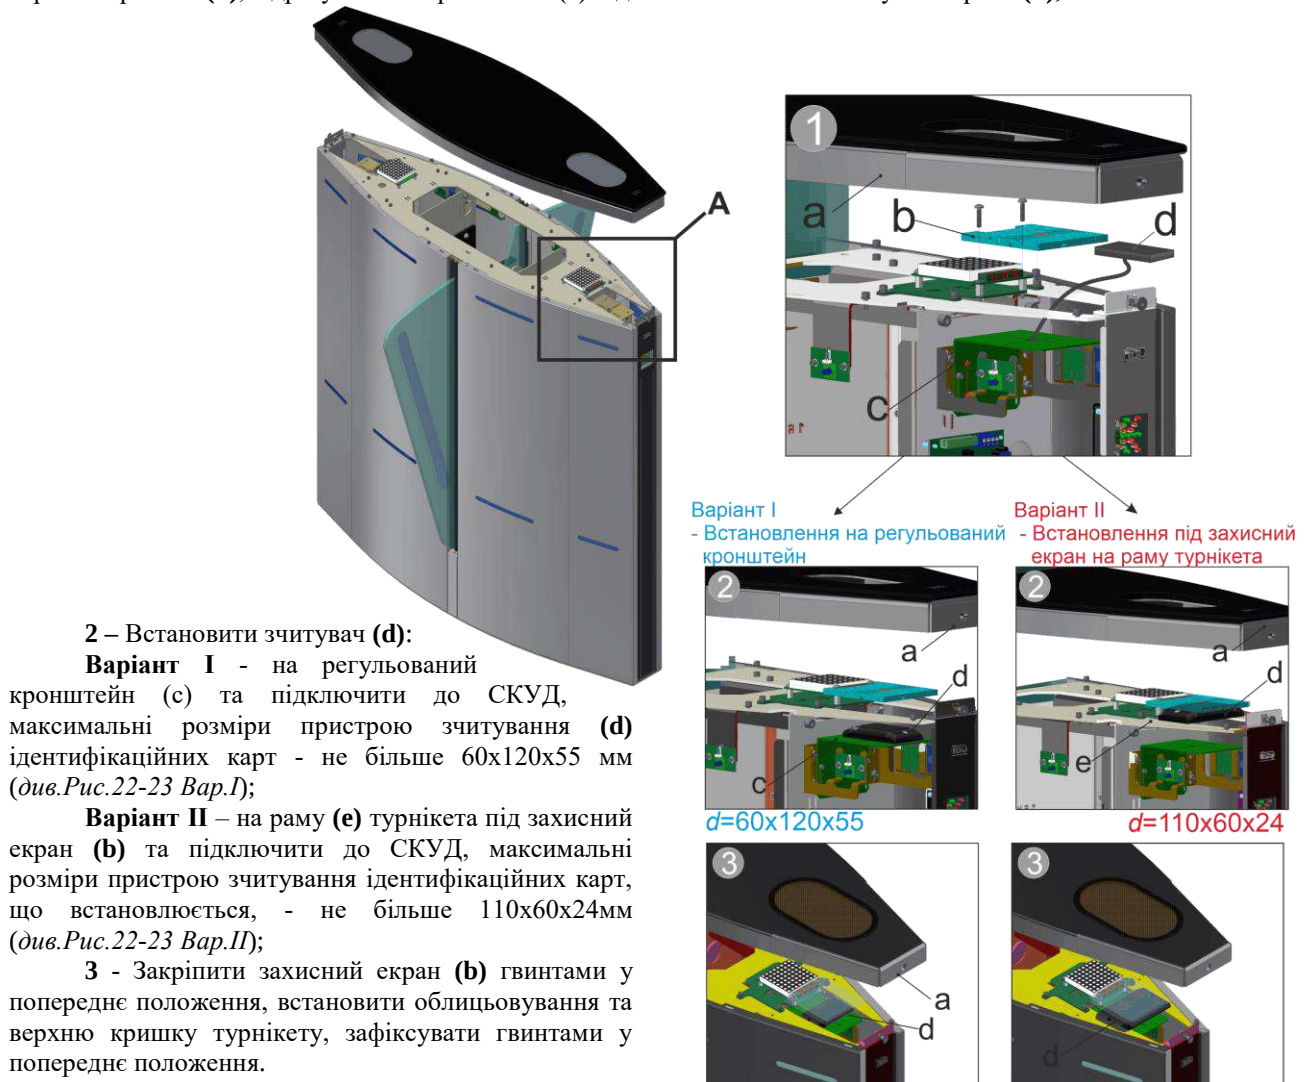

Рис.22 – Встановлення зчитувача в тумбу турнікета «SpeedBlade-BM»
7) Встановлення зчитувача (Поставляється на замовлення за окрему плату) безконтактних (проксиміті) карток, за наявності системи контролю та керування доступом (СКУД), див. Рис. 22